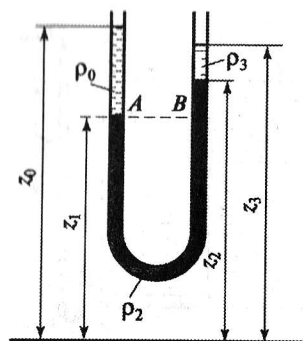

Рис. 2.5
**Задача 2.6.** Изучить равновесие системы трех жидкостей, находящихся в U-образной трубке, представленной на рис. 2.5. Определить  $z_0, z_1, z_2, z_3$ , если  $z_0 - z_1 = 0,2$  м;  $z_1 + z_2 = 1$  м;  $z_3 - z_2 = 0,1$  м;  $\rho_0 = 1000 \text{ кг/м}^3$ ;  $\rho_2 = 13600 \text{ кг/м}^3$ ;  $\rho_3 = 700 \text{ кг/м}^3$ .